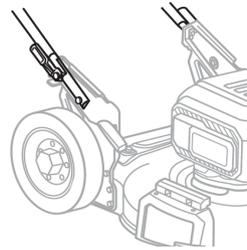

Рис. 4
3. Отпустите рычаг быстрой регулировки и продолжайте поворачивать ручку, пока не услышите щелчок, и штифты блокировки с обеих сторон рукоятки зафиксируются (Рис. 4).